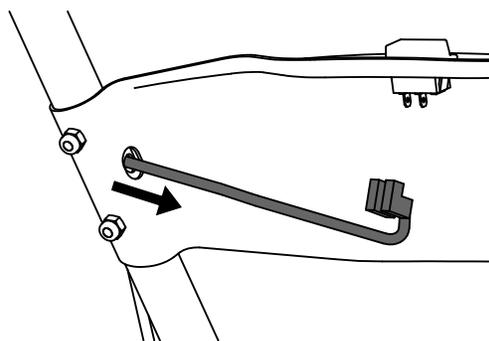

Figure 14
- Écrou (M8) (2)
- Boulon (M8 x 40 mm) (2)
- Montez le tableau de bord central. Faites passer le câble de l'interrupteur du moteur par le trou dans le côté gauche du tableau de bord, comme montré à la Figure 14.